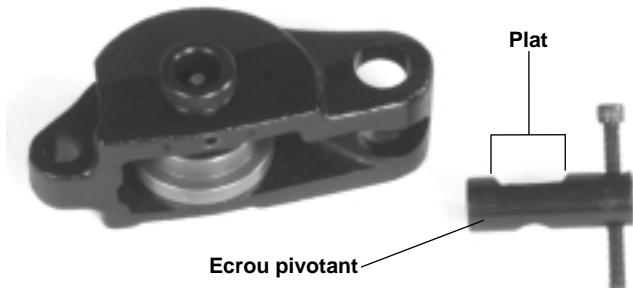

Figure 19 – Orientation de l'écrou pivotant
8. Installez l'écrou pivotant dans la barre d'appui pour tuyaux en cuivre en vérifiant que son plat est orienté vers le haut afin de recevoir la rondelle de butée et la tête de la vis d'avancement (*Figure 19*).